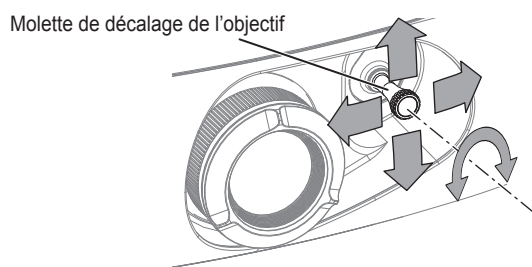

Fig. 1
- 3) Réglez le déplacement de l'objectif. (Fig. 1)